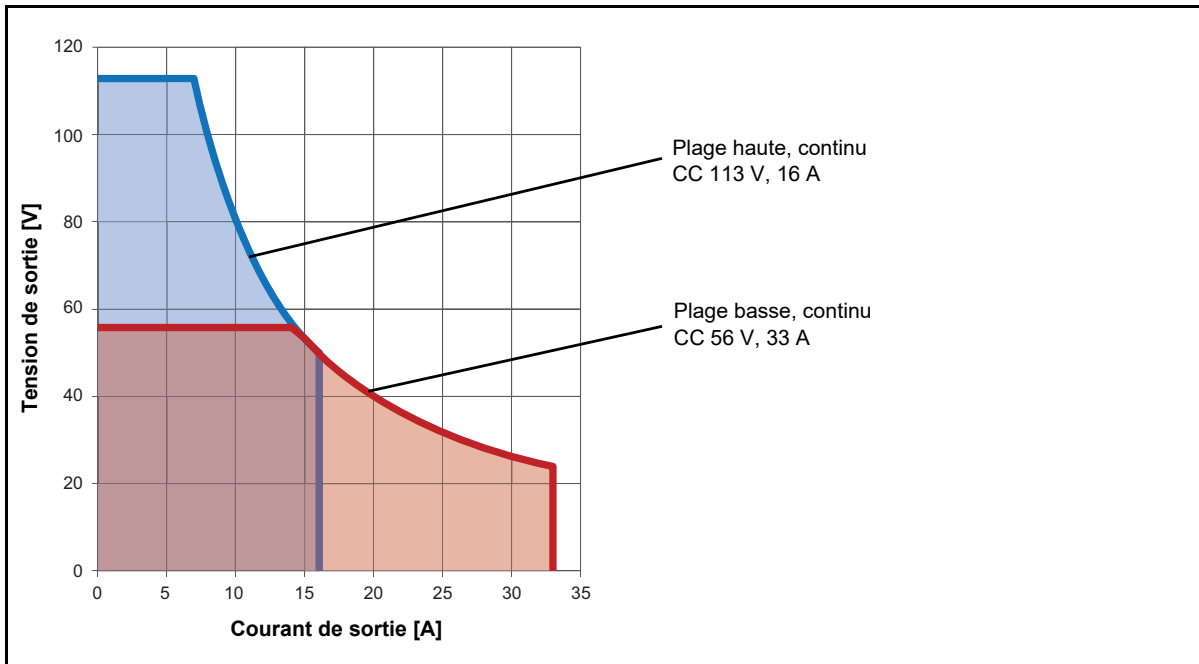

Figure 15-3: Plage de fonctionnement admissible 3 x CC 113 V 16 A
1. Voir la Figure 15-3: «Plage de fonctionnement admissible 3 x CC 113 V 16 A» page 223.